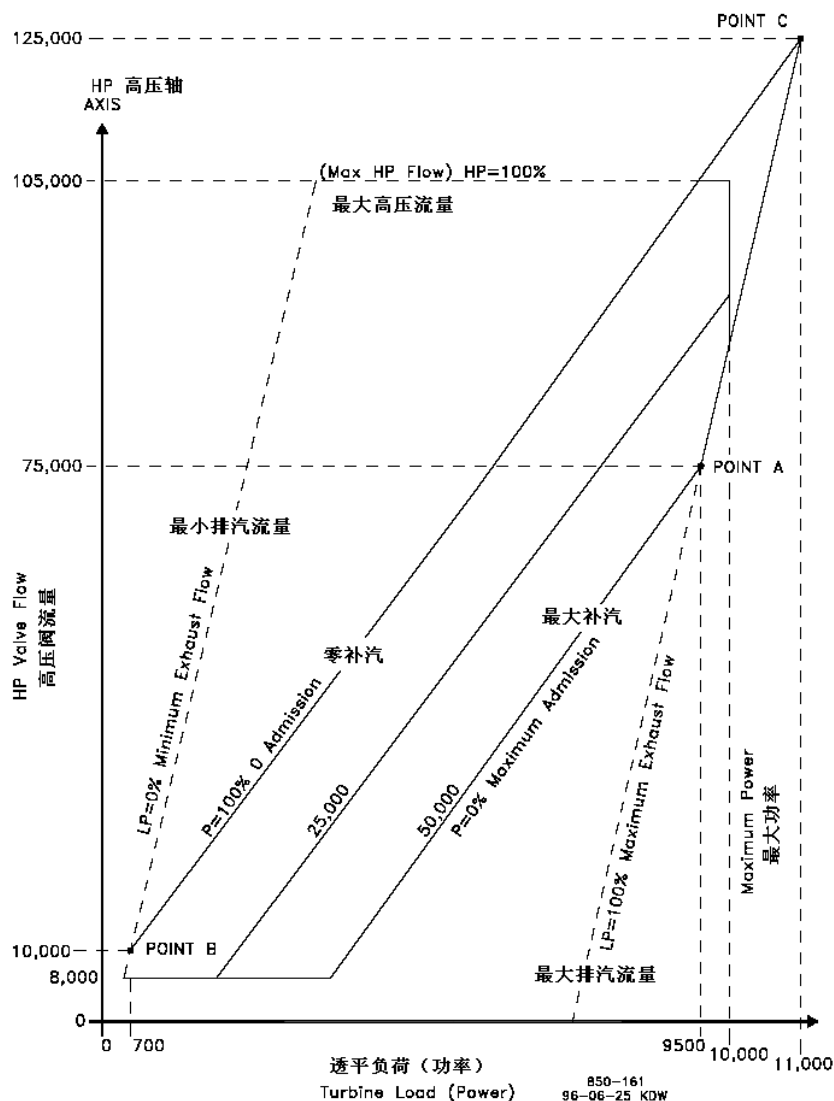

图 4-5. 典型的补汽工况图
在将透平的补汽工况图编程输入到控制器之前，必须得到交点A、B、C（见图4-5）。
如果只有点A存在，必须修改工况图直至有了点B和点C。需要产生LP=0线。为此，必须从透平的后端蒸汽流量求得最小蒸汽流量来产生LP=0线。在我们的例图（图4-5）中，最小蒸汽指令是10,000lb/h；4536kg/h）。
1. 延长零补汽线（P=100）。见图 4-5。
从转化后的工况图中可以获得9个需要的值。见图4-5的示例。